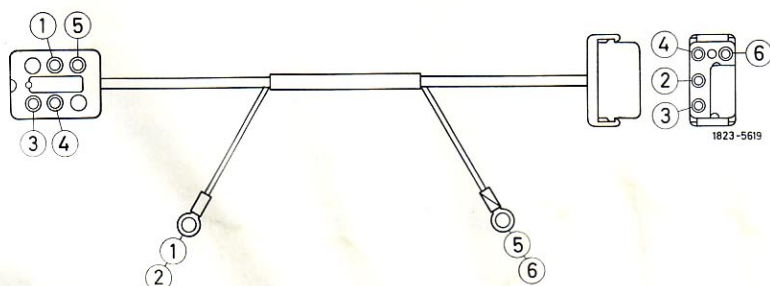

Bild 8
12 Kontaktbuchse des Verlängerungskabels (8) in die noch freie Belegung 1 der 6poligen Kupplung des Zusatzleitungssatzes (2) einsetzen (Bild 8).
Farbkennzeichnung des Zusatzleitungssatzes (Bild 8)